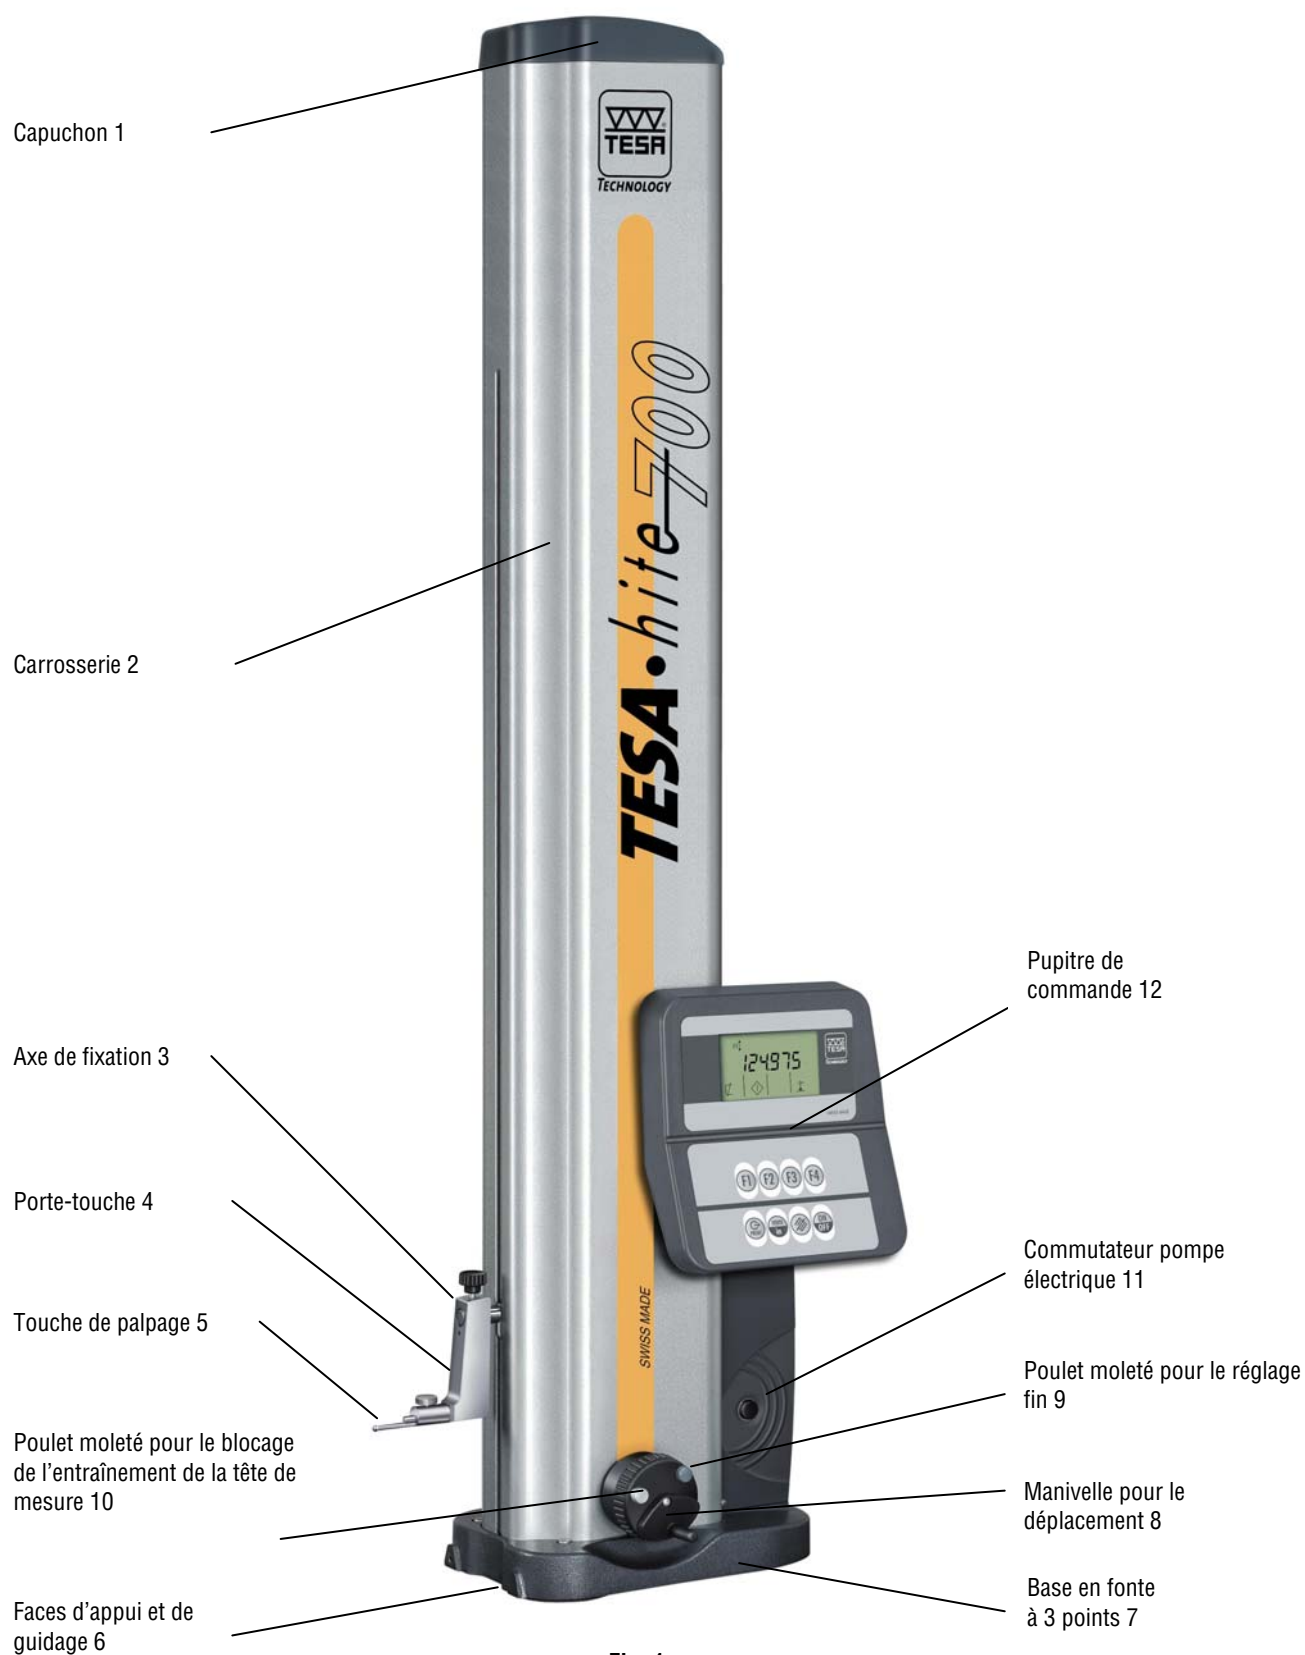

Fig. 1
Avant de fixer les accessoires standard, libérer le chariot de mesure, en dévissant le poulet moleté gris clair (10) Fig. 1 de la poignée d'entraînement.
La base est nickelée chimiquement afin de la rendre très résistante contre la corrosion. Sa face inférieure, également rectifiée de manière rigoureusement rectiligne, comporte trois champs d'appui usinés fin, garantissant la stabilité du TESA-Hite 400 / 700. Ces champs forment une large surface de sorte que les rainures ou autres éléments similaires du marbre de contrôle peuvent être aisément franchies. Les faces 6 (Fig. 1) sont spécialement conçues pour l'appui du TESA-Hite 400 / 700 contre une règle parallèle ou pour le guidage le long de celle-ci, par exemple.
Le coussin d'air facilitant le déplacement de l'instrument sur le marbre de contrôle est créé à l'aide de la pompe électrique intégrée dans chaque instrument. La pompe est activée par pression sur la commande manuelle 11 (Fig. 1), entraînant la formation immédiate du coussin d'air, épais de quelques  $\mu\text{m}$  seulement, entre l'instrument et le marbre de contrôle. Sur ce palier aérostatique, le TESA-Hite 400 / 700 est déplacé sans peine et l'usure par frottement est éliminée. L'épaisseur du coussin d'air est réglée en fonction de la qualité de la surface du marbre. Ce réglage s'effectue par le biais d'une soupape logée dans le système pneumatique, en tournant la vis (Fig. 3). L'expérience a prouvé que le coussin d'air ne devait pas être plus épais que nécessaire. Lorsqu'il est activé, il doit porter le poids de l'instrument tout en restant légèrement en contact avec le marbre.
La colonne verticale rigide est perpendiculaire à la base, sur laquelle elle est montée de manière fixe. Une tête de mesure coulisse sur l'élément de guidage tandis que le déplacement de la tête est capté par un système de mesure opto-électronique (brevet TESA). Le système de réglage fin permet de réaliser les mouvements sensibles de la tête de mesure, par exemple lors d'utilisation de touche fine ou lors de mesure de petits alésages. Le poulet moleté 9 (Fig.1) permet de serrer l'entraînement de la tête de mesure qui reste ainsi libre pour les mouvements de balayage. Toutefois, si nécessaire, la tête elle-même peut également être bloquée à l'aide d'un système monté à l'intérieur de l'instrument. Pour se faire bloquer la manivelle 8 (Fig.1) et déplacer la touche de mesure vers le haut jusqu'en butée.